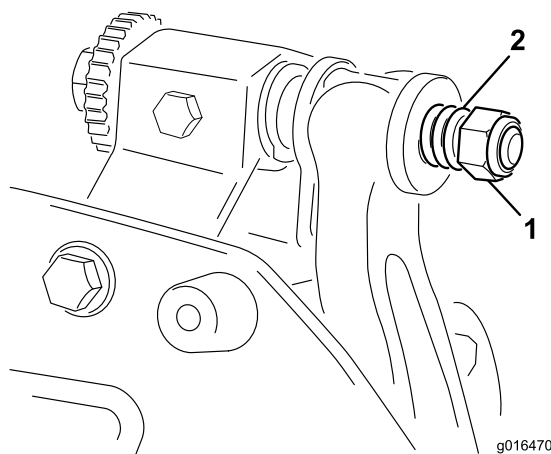

図 22
6. スプリングがつぶれるまでテンション・ナットを締め、そこから半回転戻す 図 22。